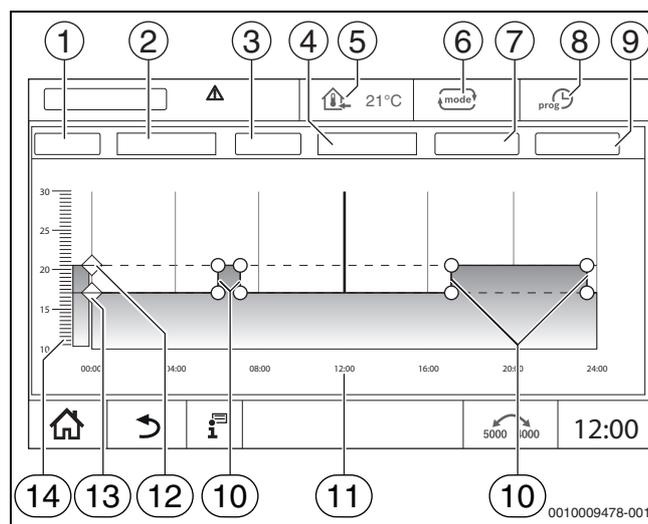

Fig. 24 Programma orario
- ▶ Toccare il simbolo e trascinarlo fino alla temperatura corrispondente (→ fig. 24, [15], pag. 21).
- ▶ Toccare il simbolo  e selezionare nell'elenco di selezione il giorno della settimana (→ fig. 24, [2], pag. 21) e il programma desiderato (→ Bild 24, [4], pag. 21).